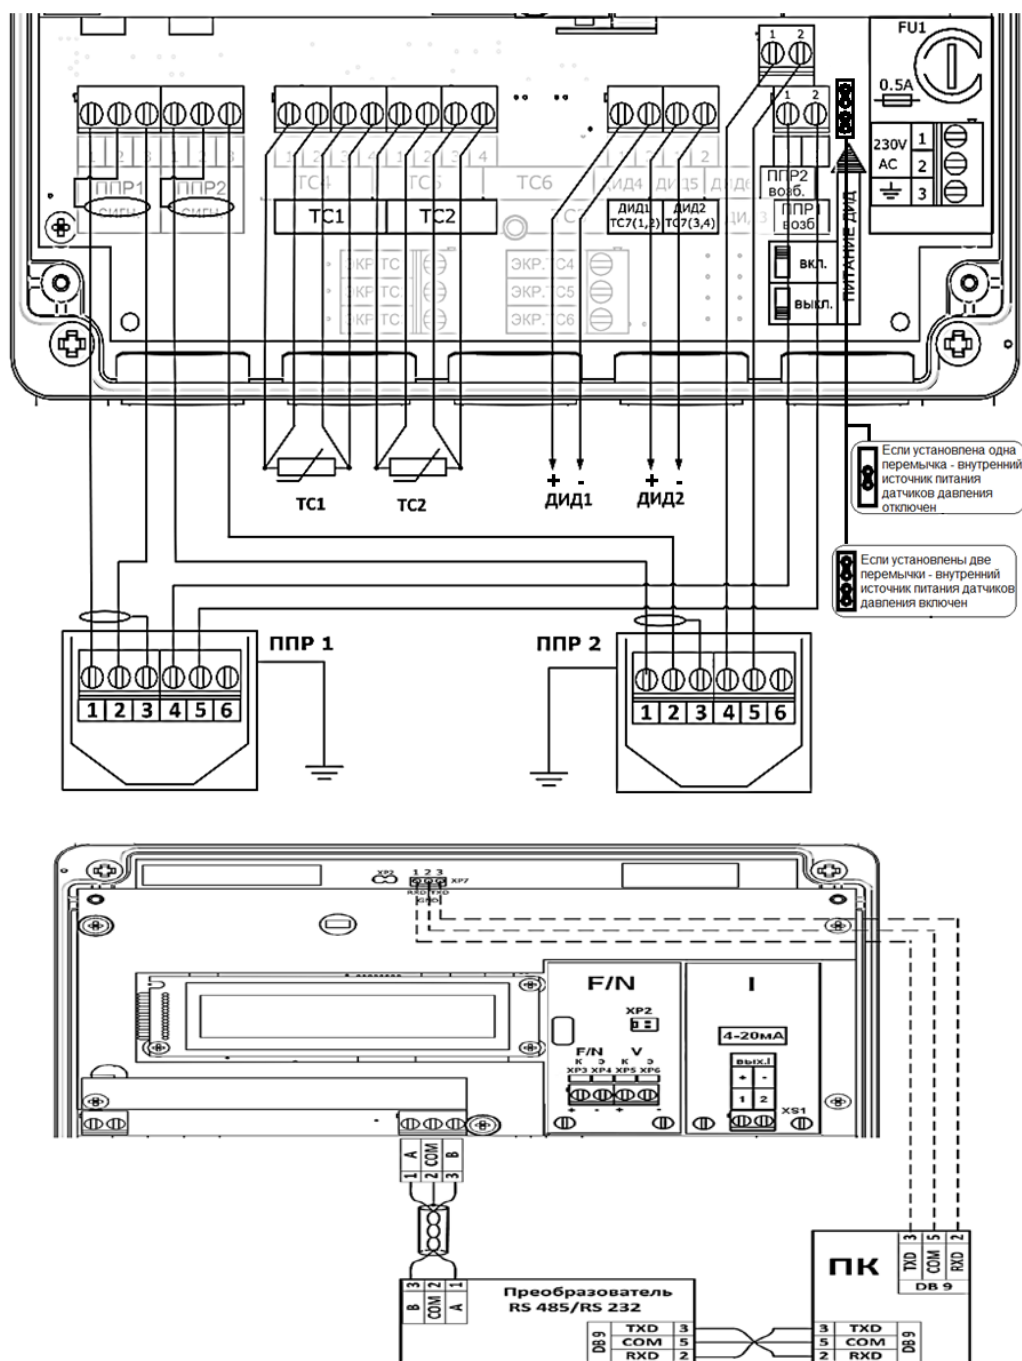

Рисунок 6.9
чиков давления. В этом случае подключение датчиков давления выполняется в соответствии со схемой на рис. 6.9. Для запитывания датчиков давления должны быть установлены две перемычки. Если расходомер поставляется без встроенных источников питания, должна быть установлена одна перемычка (см. рис. 6.9).
6.7.1 Для проведения монтажа линий связи необходимо отвернуть 4 винта на передней панели ПМ и снять переднюю панель. После этого освобождается доступ к разъемам и клеммникам для подсоединения внешних цепей (см. рисунок 6.9).